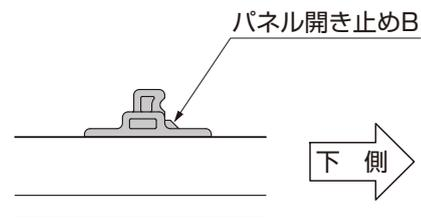

図7-16 D部詳細図
- パネル開き止めBには上下の向きがあります。(図7-16参照)